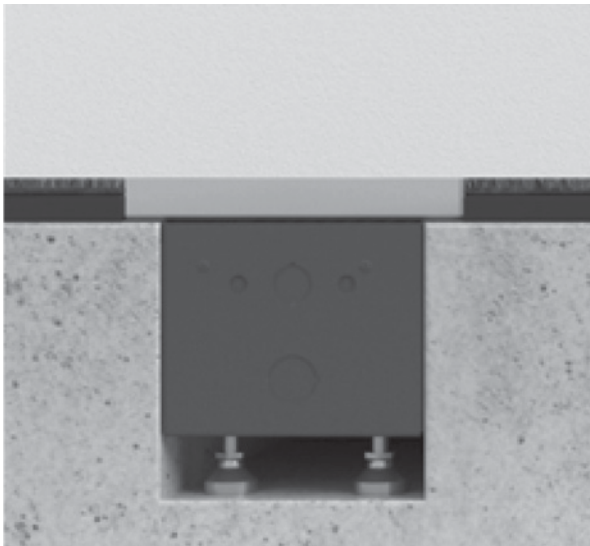

Figura 12A: Montaje al ras – La rejilla queda al ras del piso
- Repita este proceso hasta que quede nivelada. **Nota:** la rejilla debe quedar al ras de la superficie del piso. Ver la figura 12A.